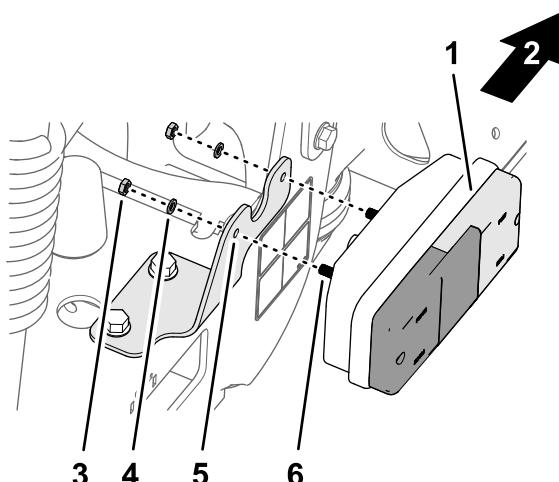

Figura 58
2. Montate la lampada del fanale posteriore sulla relativa staffa (Figura 58) con 2 rondelle di bloccaggio e i 2 dadi (5 mm).